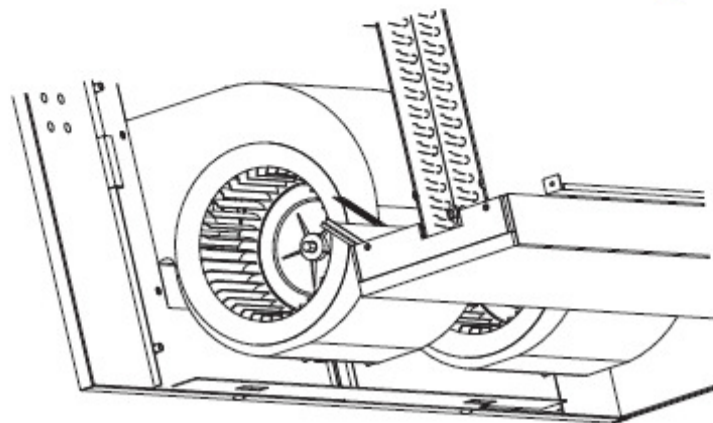
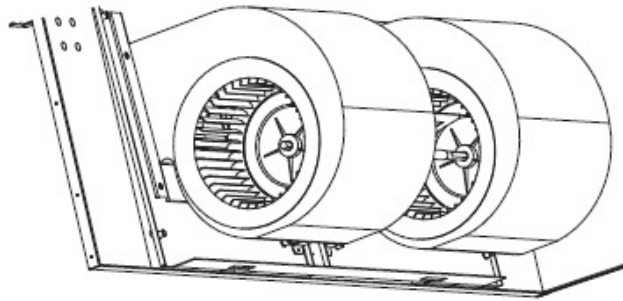
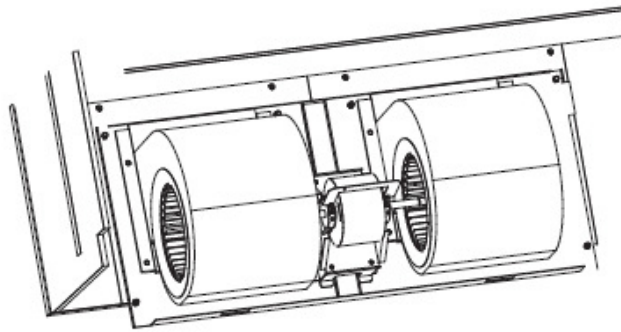

Fig.9-4
Fig.9-5
Fig.9-6
- 5) Sprijiniti partea inferioara a ansamblului motorului ventilatorului, apoi impingeti-l in sus. Este nevoie de doua persoane. Cand orificiul de pe clapeta ansamblului ventilatorului este mai mare decat stiftul de pe placa din fata (Fig.9-4), impingeti ansamblul motorului ventilatorului inapoi aproximativ 21 mm (Fig.9-5) pentru a face gaura separata de stift. Tineti ansamblul si trageți-l incet de-a lungul sinei de ghidare (Fig.9-6), iar apoi ansamblul poate fi scos pentru intretinere si reparare.